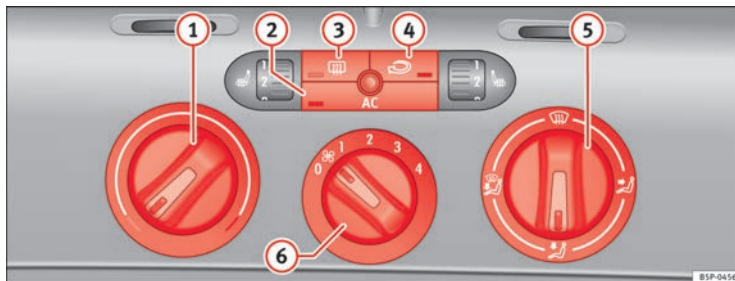

Fig. 108 Mandos del Climatic en el tablero de instrumentos
- Gire el regulador de la temperatura ⇒ fig. 108 (1) hacia la derecha hasta alcanzar el grado de calefacción deseado.